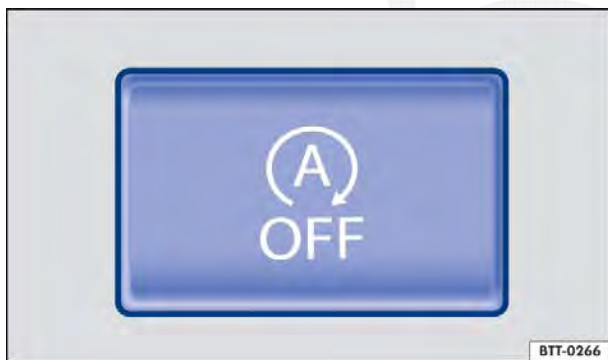

Fig. 147 No console central: botão do sistema Start-Stop.
- Pressionar o botão  no console central ⇒ Fig. 147.